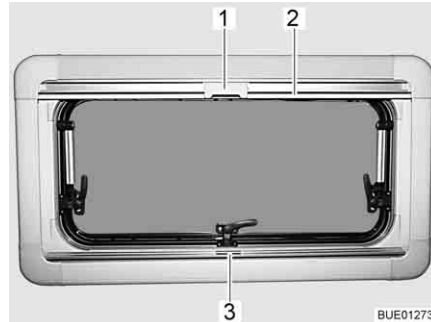

Bild 83 Ausstellfenster
- faltverdunklung in der Mitte der Griffleiste (Bild 83,3) fassen, von unten nach oben ziehen und auf der gewünschten Höhe loslassen. Die faltverdunklung bleibt in dieser Höhe stehen.
- Insektenschutzrollo an der Griffleiste (Bild 83,2) nach unten ziehen, bis es an der Griffleiste der faltverdunklung (Bild 83,3) anstößt.
- Raste (Bild 83,1) am Insektenschutzrollo mit der Griffleiste der faltverdunklung verriegeln.
- Raste (Bild 83,1) am Insektenschutzrollo oben nach hinten drücken.
- Insektenschutzrollo an der Griffleiste (Bild 83,2) langsam zurückführen.